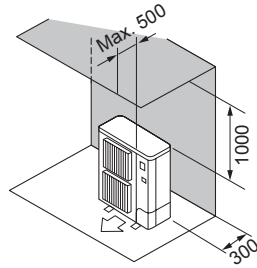

Fig. 2-4
- ② Hindernisse auf der Rück- und Oberseite (Fig. 2-4)